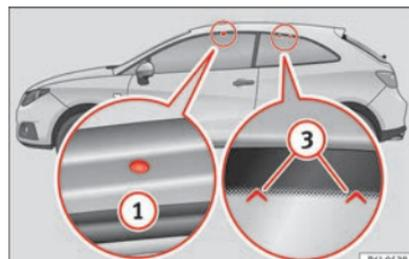

Fig. 151 Modèle IBIZA SC : points de fixation des barres longitudinales pour la galerie porte-bagages du toit.
Les points de fixation avant ① peuvent uniquement se voir avec les portes ouvertes ; les points de fixation arrière ③ sont marqués sur le bord supérieur de la vitre latérale avec des pointes de flèche » fig. 151.